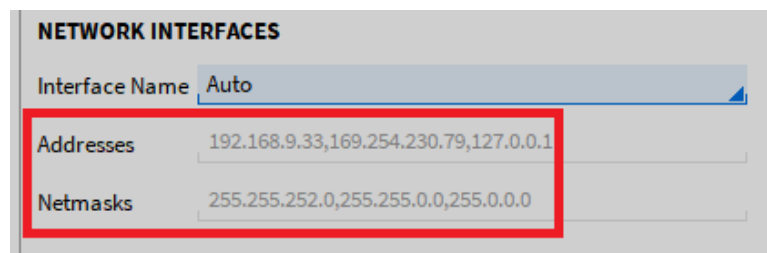

Abb. 4.20: IP-Adressen der angeschlossenen TRIONets
- Die IP-Adresse des Adapters ist im unteren Feld gezeigt (siehe Abb. 4.20)